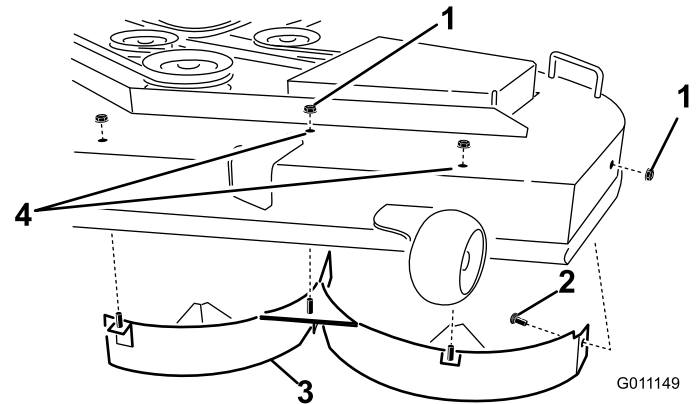

Figure 36
6. Retirez les trois contre-écrous (5/16 inch) fixés aux montants soudés du déflecteur gauche sur le dessus du plateau de coupe, au centre, à gauche du centre et à gauche (Figure 36). Sur la paroi latérale du plateau de coupe, retirez le boulon de carrosserie et le contre-écrou qui fixent le déflecteur gauche au plateau.
7. Déposez le déflecteur gauche du plateau de coupe, comme illustré à la Figure 36.
8. Trouvez les deux boulons dans les pièces détachées et utilisez les contre-écrous existants. Placez ces fixations dans les trous du plateau de coupe (voir Figure 36) pour éviter la projection de débris. Montez le boulon en passant par le dessous du plateau de coupe et fixez-le au-dessus avec un contre-écrou existant.